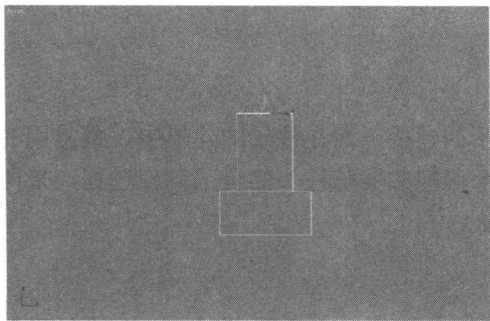

图 1-2-14 继续挤出
(5) 再次切换为 **多边形** 编辑模式, 然后选择 **挤出** 按钮, 改变后面的数值, 将选择的面挤出一定高度。如图 1-2-14 所示。